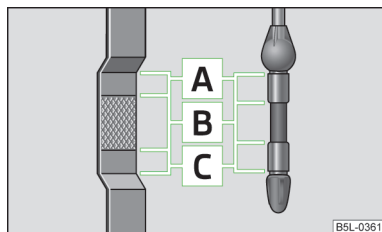

Fig. 127
L'asta di livello dell'olio mostra il livello dell'olio motore » fig. 127.
- Il livello dell'olio non deve mai superare il settore **A** » fig. 127. Pericolo di danneggiamento del catalizzatore!